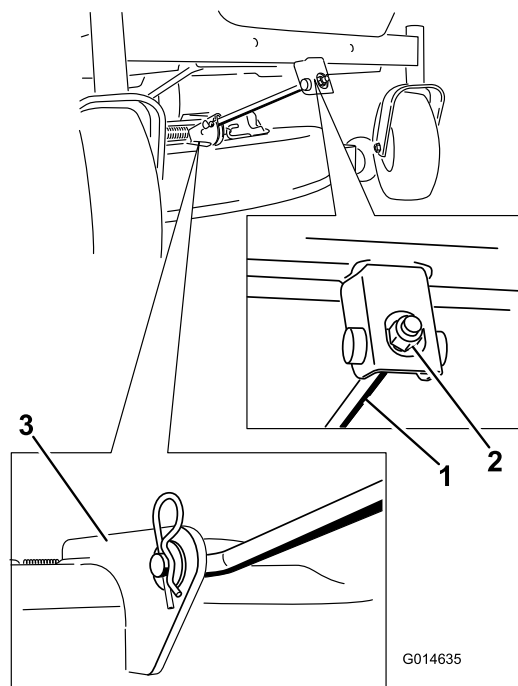

Figura 54
4. Retire la chaveta de la varilla de sujeción delantera y retire la varilla del soporte de la carcasa (Figura 54).
- Conecte la varilla de sujeción delantera a la carcasa de corte con el pasador y la chaveta (Figura 54).